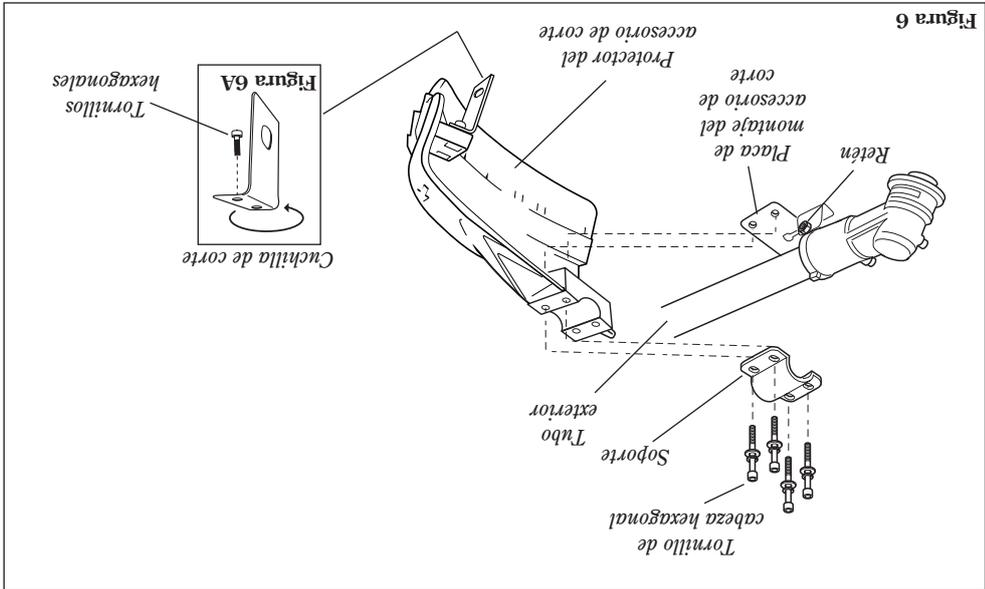

Figura 6
1. Inserte el protector del accesorio de corte entre el tubo exterior y la placa de montaje. Consulte la figura 6.